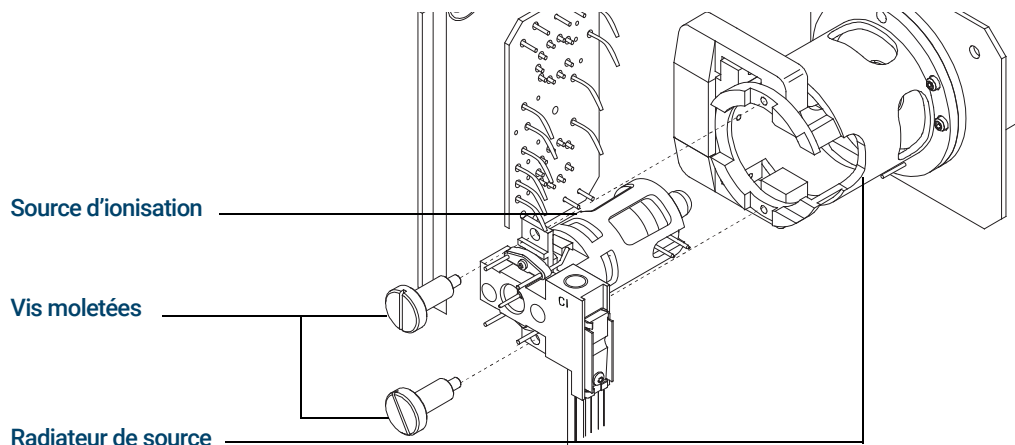

Figure 72. Installation de la source CI
- 4 Installer les vis moletées. (Voir **Figure 72.**)